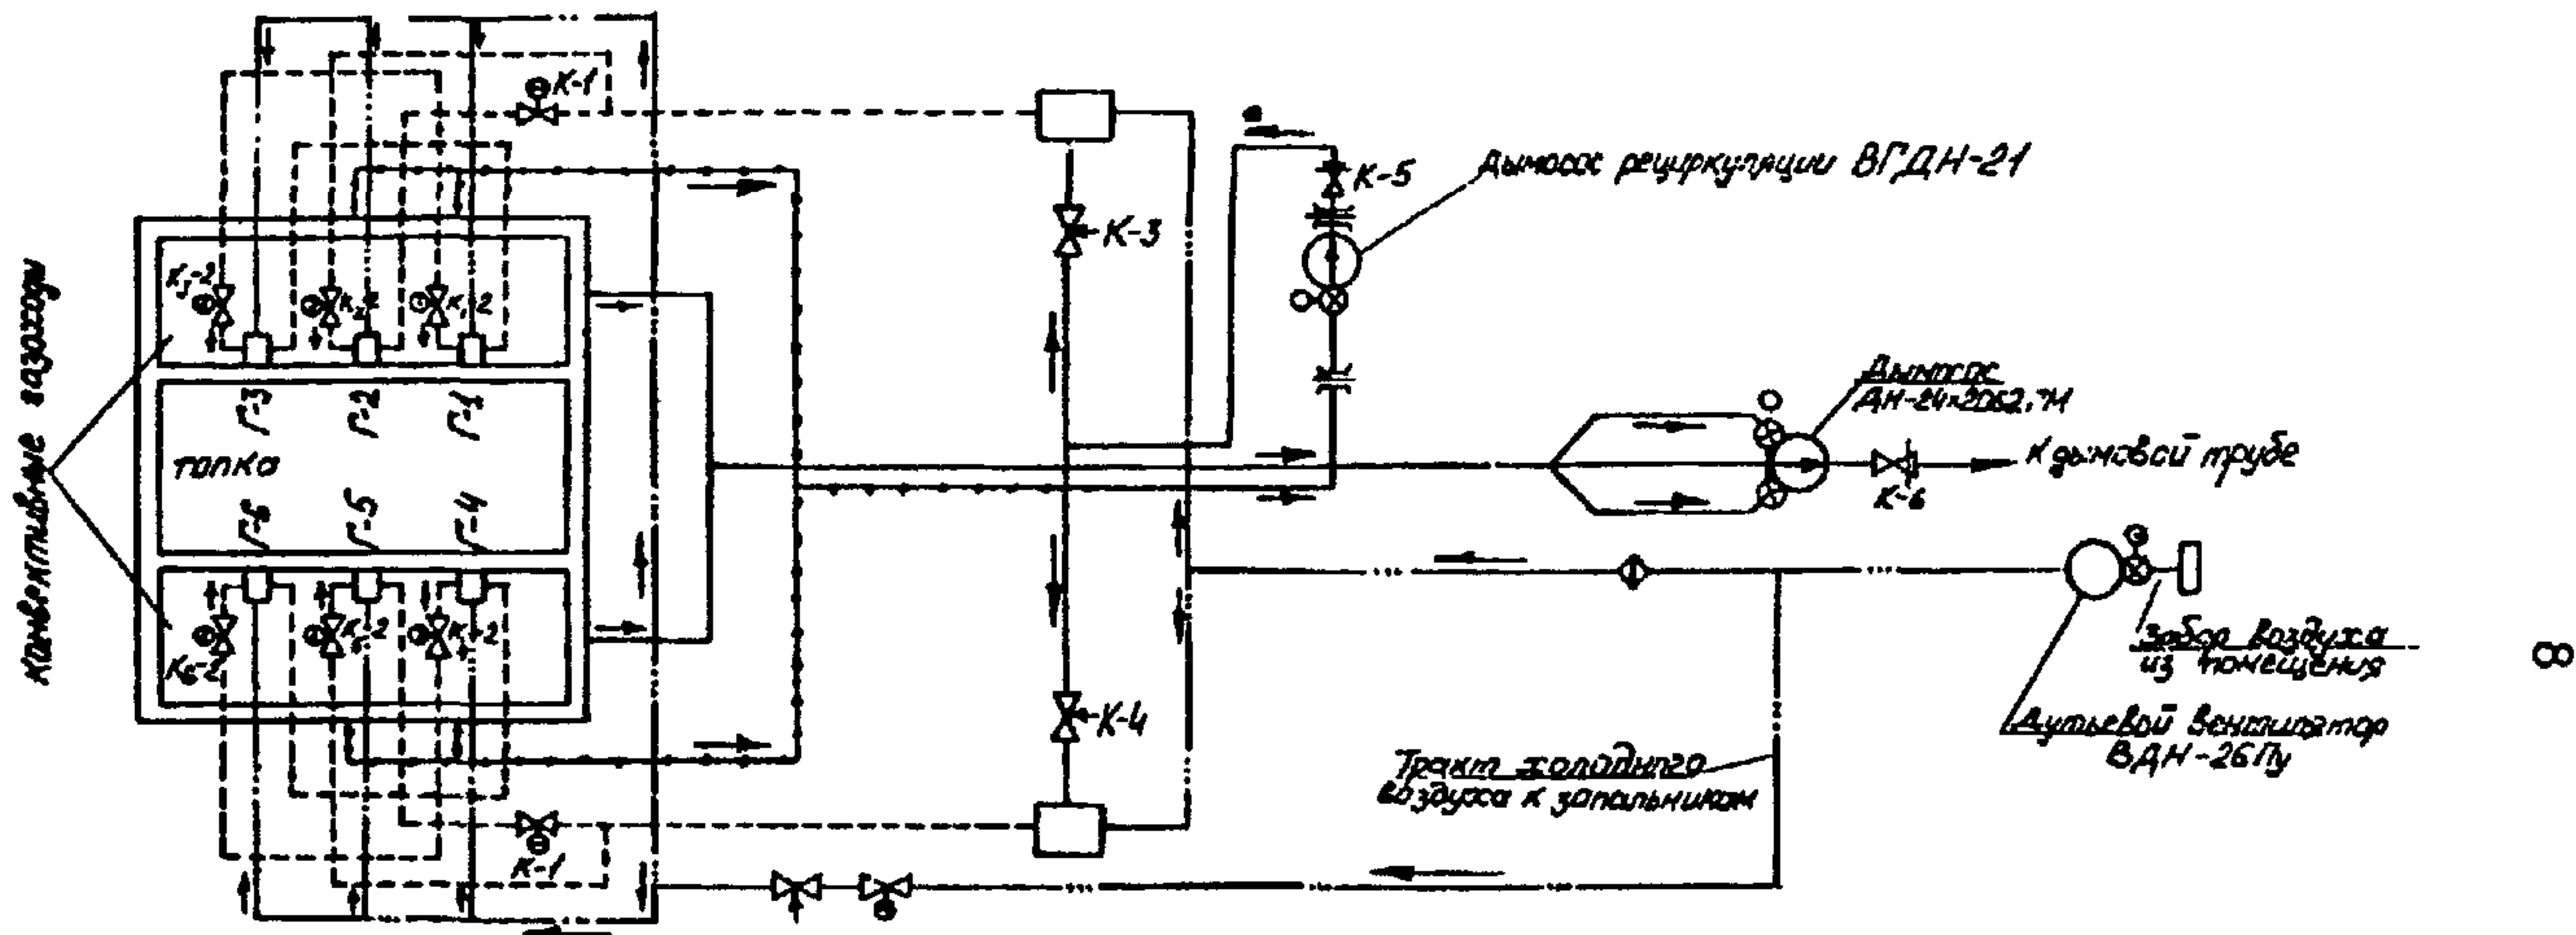

Рис. 1. Схема газозабопроводов водогрейного котла КВГМ-180-150:
**2.1.12. Провентилируйте топку и газоздухопроводы котла, включив дымосос, дымосос рециркуляции и вентилятор, собрав схему газоздухопроводов (рис. 1), для чего:**